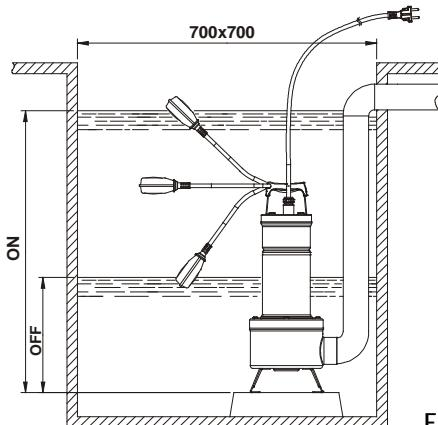

Fig.1
- 4.1 Si le fond du puits où la pompe doit fonctionner est particulièrement sale, il est bon de prévoir un support pour poser la pompe afin d'éviter que la crépine d'aspiration se bouche (**Fig.1**)
- 4.4 Pour la version munie d'interrupteur à flotteur, contrôler que celui-ci peut bouger librement (**VOIR PARAGRAPHE REGLAGE INTERRUPTEUR A FLOTTEUR**). Prévoir des puisards ayant les **dimensions minimum** indiquées dans la **Fig.1**. Le puisard devra toujours être dimensionné également en fonction de la quantité d'eau en arrivée et du débit de la pompe de manière à ne pas soumettre le moteur à un nombre excessif de démarriages.